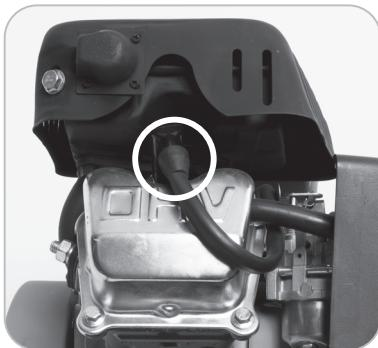

Fig. 15
- Retire la bujía usando una toma de bujía (suministrado). (**Fig. 15**)